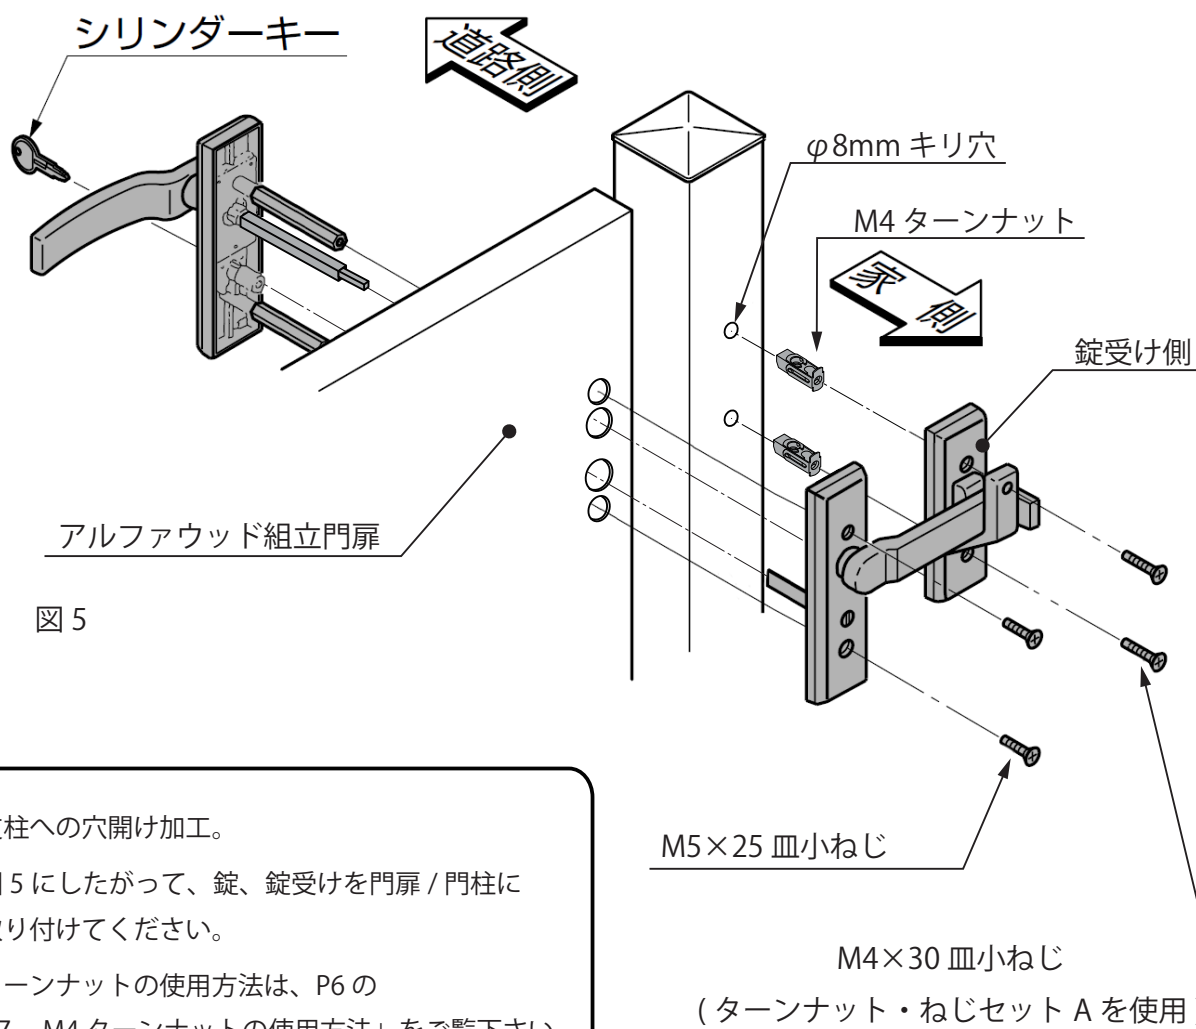

図 5
- ①支柱への穴開け加工。
- ②図 5 にしたがって、錠、錠受けを門扉 / 門柱に取り付けてください。
- ③ターンナットの使用方法は、P6 の「7. M4 ターンナットの使用方法」をご覧ください。